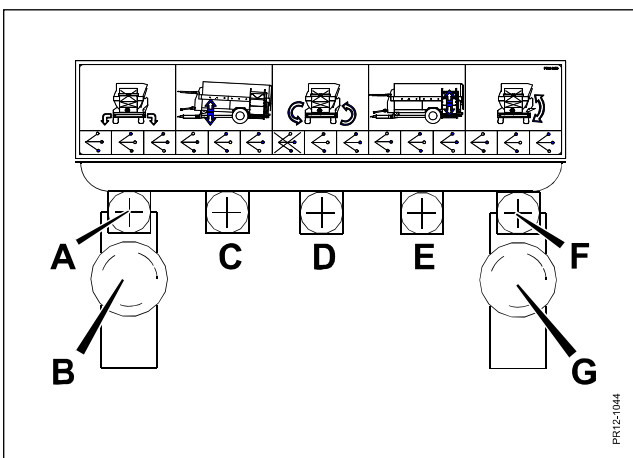

Fig. 5.18
- Fig 5.18** Håndtag F bruges til at åbne/lukke vippeklappen. Klappen lukkes ved at trykke F opad. Med drøvleventilen G reguleres vippehastigheden. Håndtag A bruges til at åbne/lukke fordelerlågen; med drøvleventilen B reguleres åbne/lukkehastigheden.
- Fig 5.18** Blanderotoren sættes i gang (PTO-omdr. ca. 540), båndet startes med håndtag D og lågen åbnes med håndtag E. Udfodringsmængden reguleres med fremkørsels-hastigheden, man skal dog være opmærksom på, at der ikke udfodres så stor en mængde, at båndet trækker foder med ind.